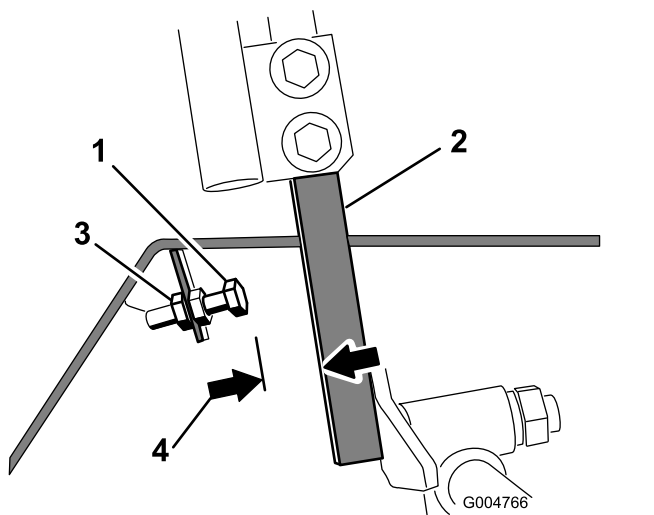

Figura 60
- Afloje la contratuerca del perno de tope de una palanca de control (Figura 60).